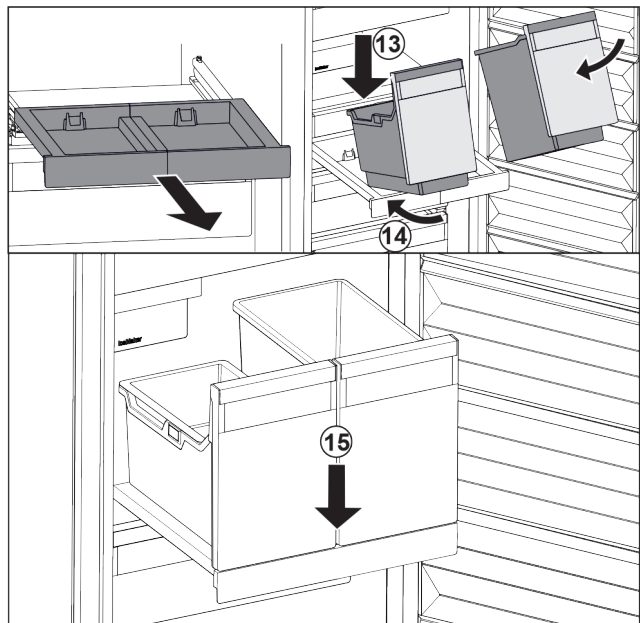

Fig. 90
- ▶ Bak schuin op het uitschuifplateau plaatsen. Fig. 90 (13)
- ▶ Bak er schuin naar achteren inschuiven. Fig. 90 (14)
- ▶ Bak aan voorzijde neerzetten. Fig. 90 (15)